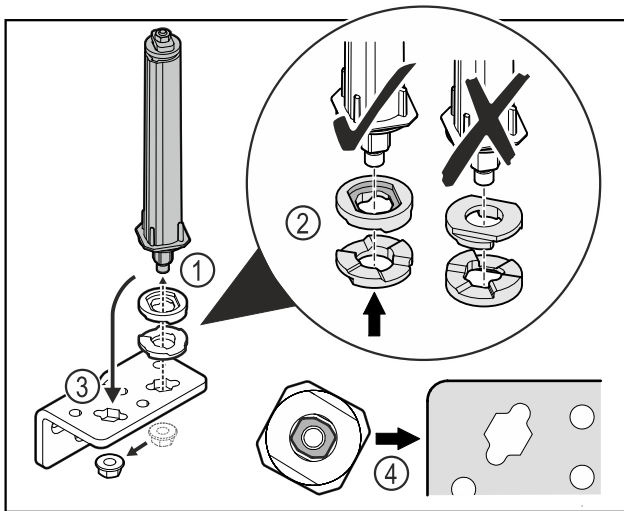

Fig. 39
- ▶ Mutter lösen und Türschließsystem entfernen Fig. 39 (1).
- ▶ Auf die korrekte Ausrichtung der Höhenverstellungsscheiben achten Fig. 39 (2).
- ▶ Türschließsystem im Scharnierwinkel umsetzen und mit der Mutter fixieren Fig. 39 (3).
- ▶ Beim Einsetzen auf die korrekte Ausrichtung des Türschließsystems achten Fig. 39 (4).